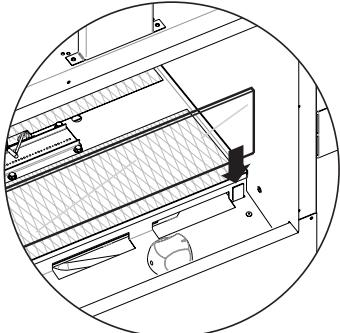

Figure 24
2. Installer le panneau vitré (deux utilisés pour le foyer à deux faces). **Voir figure 24.**